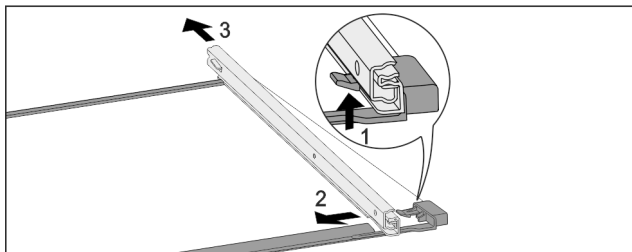

Fig. 174 Glashylla med skenor
- Tryck främre spärr uppåt. Fig. 174 (1)
- Skjut bort utdragsskena i sidled Fig. 174 (2) och bakåt Fig. 174 (3).